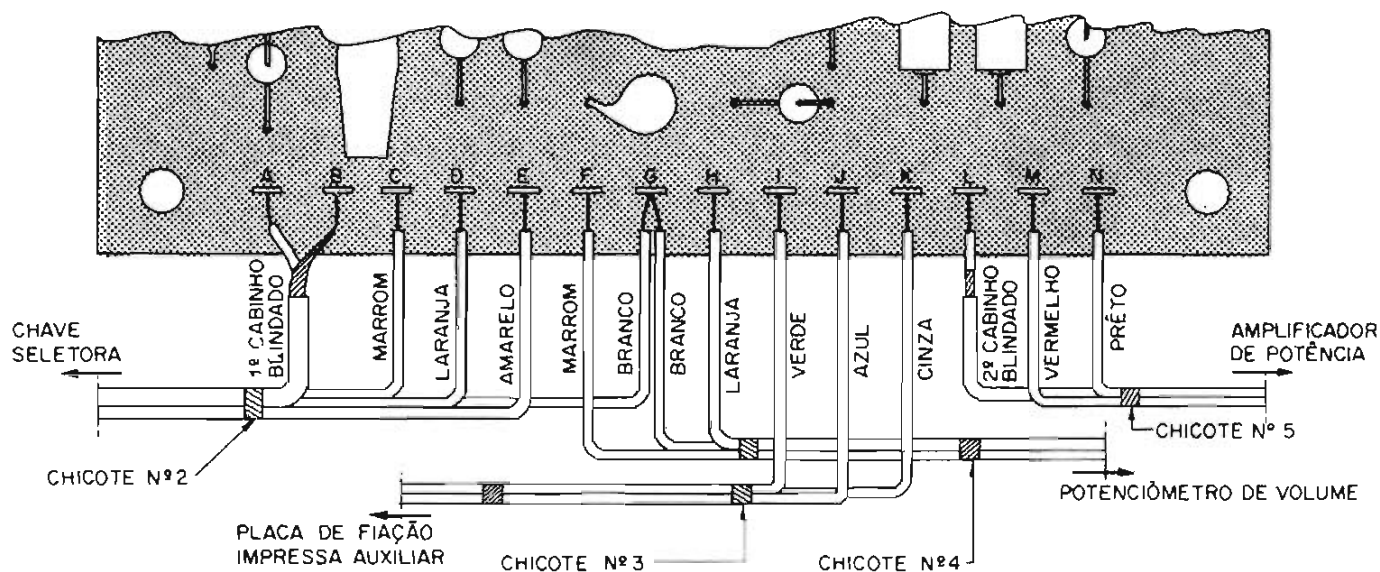
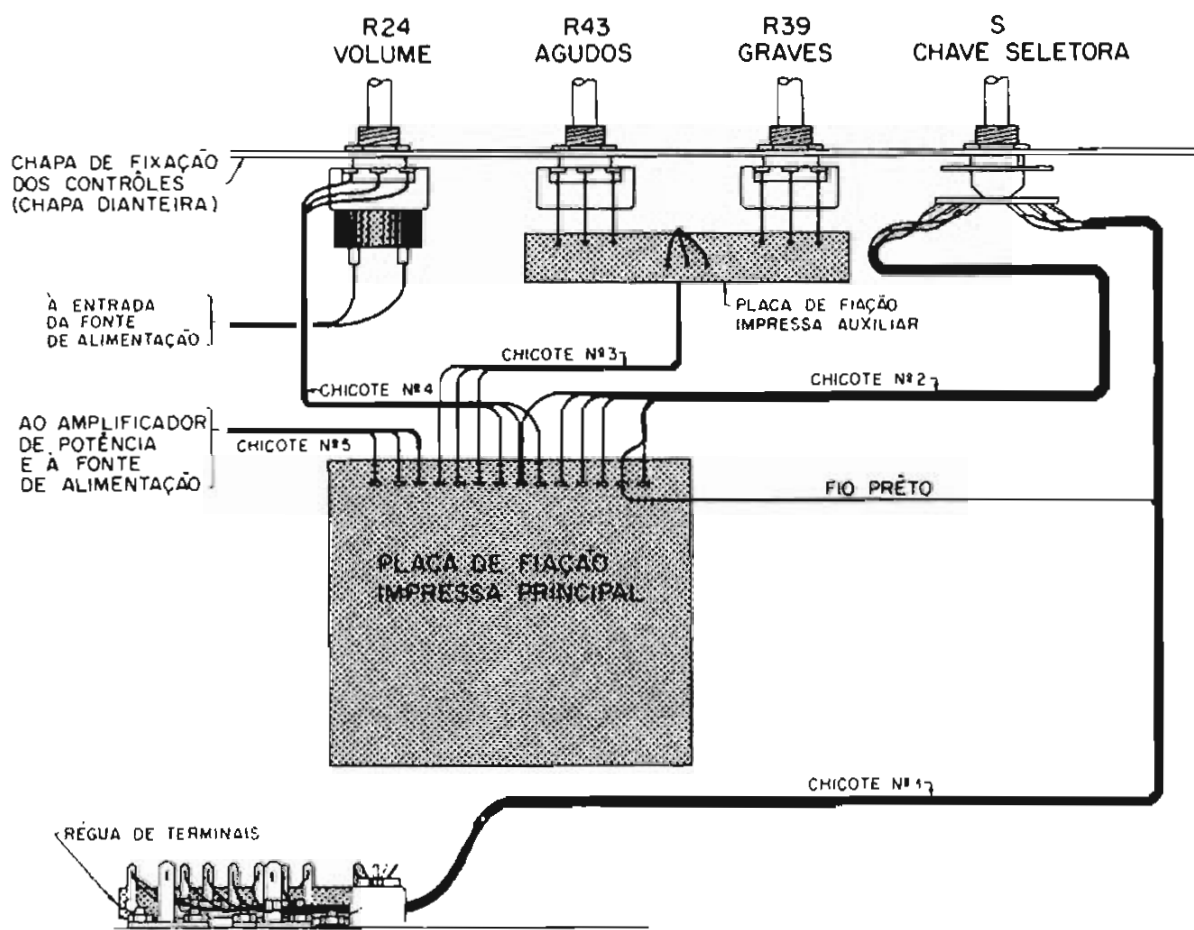

Figura 18 - Ligação dos fios à placa de fiação impressa principal
Figura 22 - Vista de conjunto do M-201, mostrando as sub-montagens, os contrôles e os chicotes de interligação
33 - Solde os condutores aos terminais da placa de fiação impressa principal, obedecendo a tabela III. Oriente-se pela figura 18. Em seguida a cada soldagem, corte os fios no comprimento indicado na tabela e prepare novamente as extremidades das sobras que forem novamente utilizadas (cabinho blindado, marrom, laranja e branco).
- 34 - Orientando-se pela figura 18, dobre, para esquerda do painel visto de frente, o cabinho blindado ligado aos terminais A e B (1º cabinho da placa) e os fios marrom, laranja, amarelo e um dos brancos (ligados aos terminais C, D, E e G). Estas dobras deverão formar ângulos retos a 1,5 cm da borda dianteira do painel de fiação impressa.
- 35 - Com uma tira de fita isolante reúna estes condutores, do modo indicado na figura 18, constituindo o chicote n° 2, que deverá ser posicionado em sentido à chave seletora.
- 37 - Dobre os fios marrom, branco e laranja, ligados aos terminais F, G e H, da maneira ilustrada na figura 18 e reúna-os com uma tira de fita isolante, constituindo o chicote nº 4. Posicione-os em sentido ao potenciômetro de volume. (Veja também a figura 22).
O aspecto da fiação, após essa operação, está mostrado na figura 18.
- 39 - Posicione os cabos blindados de entrada e saída de sinal (chicote nº 1), provenientes da régua de terminais, da maneira ilustrada na figura 20 e separe o fio preto. (Veja também figura 22).
A figura 22 fornece uma indicação geral do posicionamento das placas e chicotes de interligação da versão monofônica.